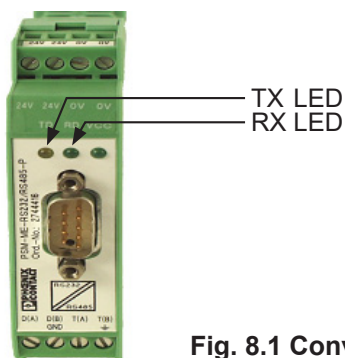

Fig. 8.1 Convertidor RS-485
- ¿Está conectado el convertidor RS-485 al puerto COM correcto? Si está conectado correctamente, el LED de transmisión (TX) (Fig. 8.1) debe parpadear después de que comience la medición para indicar que el ordenador está enviando datos.